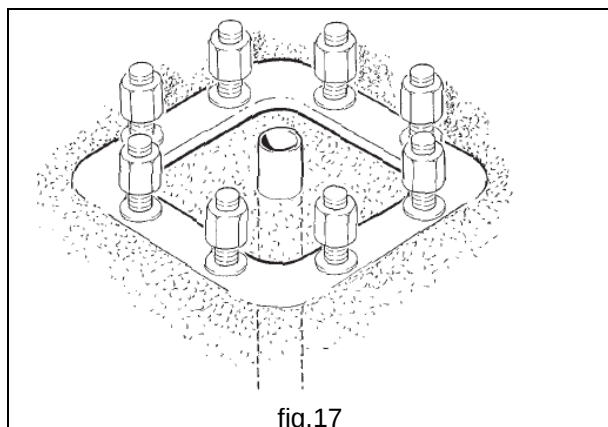

fig.17
4. Predisporre, quando previsto, l'inserimento nel plinto di un tubo adatto al passaggio del cavo elettrico che dovrà alimentare la gru a bandiera (fig.17).